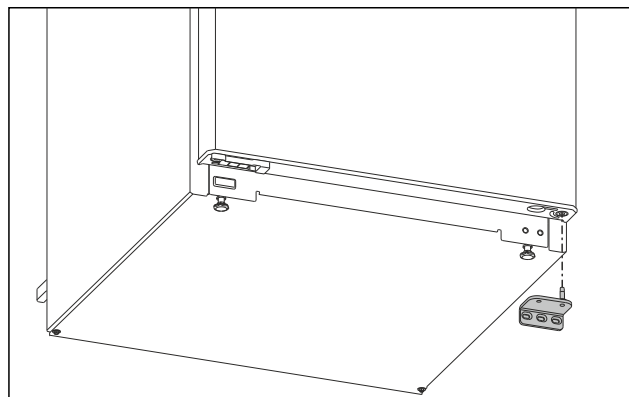

Fig. 7
- Hiqni nga poshtë bazamentin mbështetës. (shihni Fig. 7)